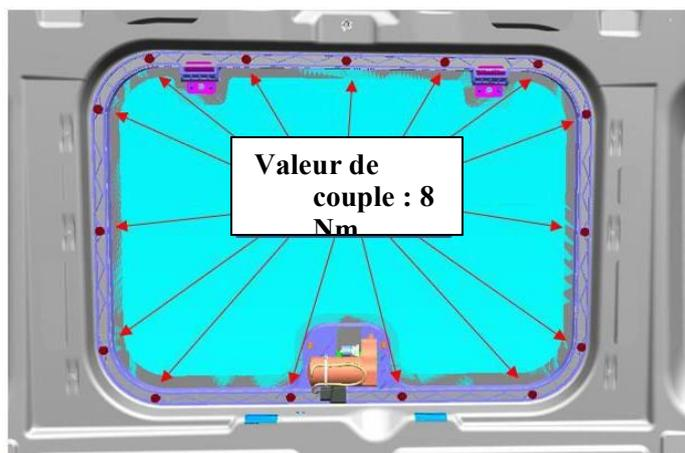

Figure 1 : Vue du toit ouvrant de la cabine
- 3- Dans la partie du toit ouvrant avec fuite d'eau, il convient de vérifier s'il y a une perte de couple dans les 15 boulons de connexion spécifiés ci-dessous (Figure 1). Chaque boulon doit être porté à un couple de 8 Nm dans le sens du serrage.